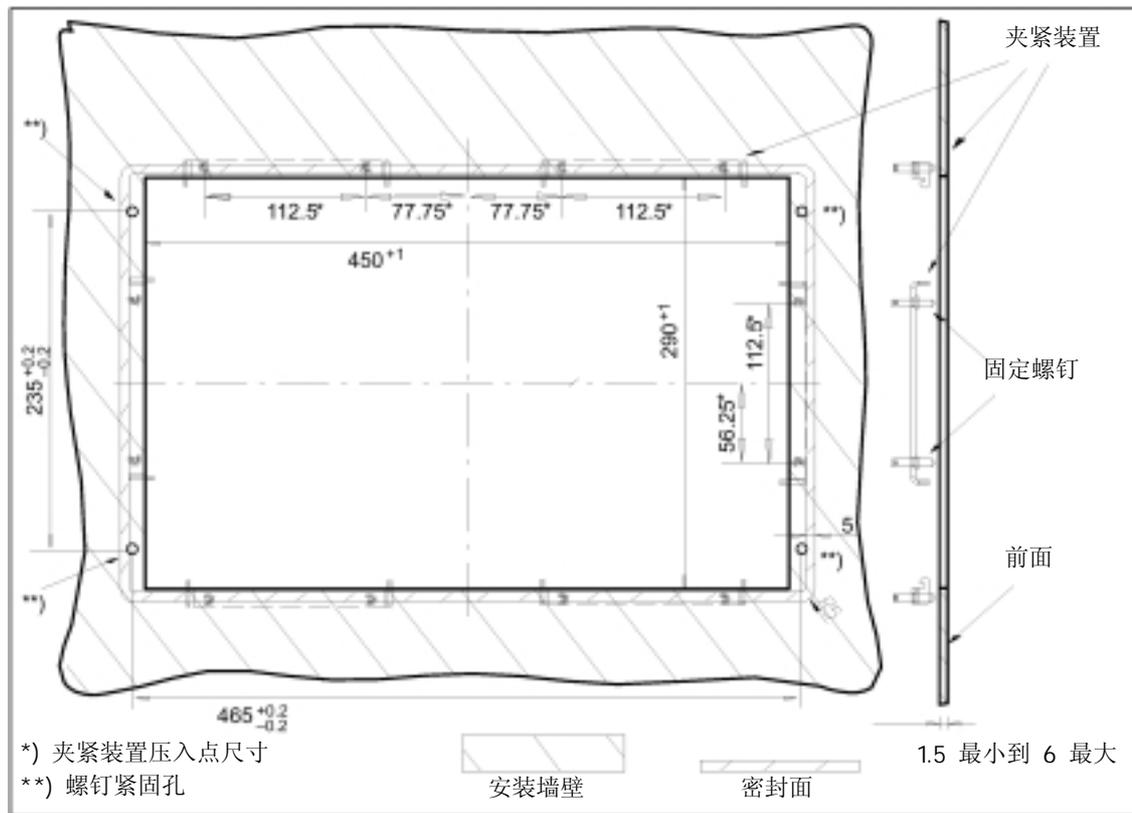

图 7-5 OP010C 操作面板的安装尺寸
表 7-2 安装孔尺寸 (参见图 7-5)
2. 从后面通过 6 个紧固装置把前面板固定在面板方框中 (参见图 7-5), 紧固固定螺钉 (扭矩 0.4-0.5Nm)。